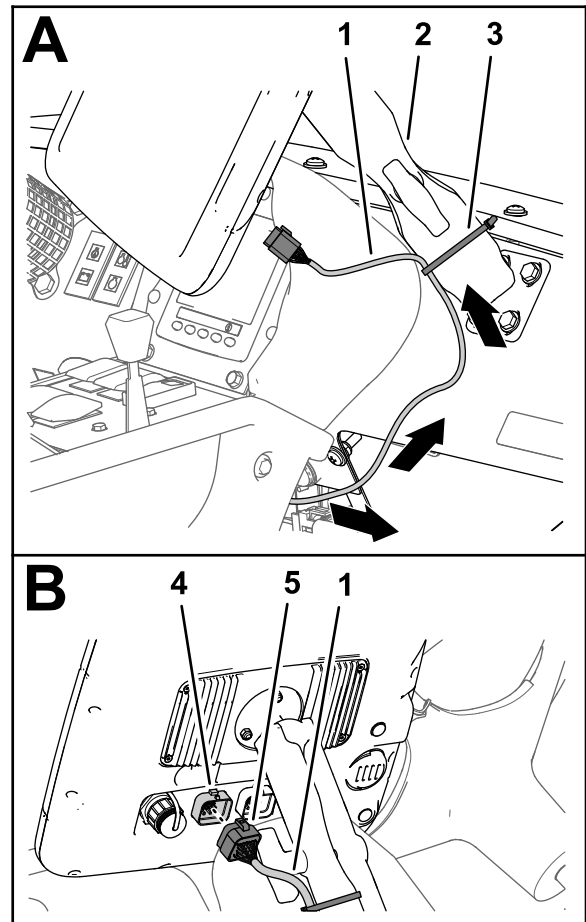

Figure 150
6. Acheminez la branche de 226 cm (89 po) du faisceau de données vers le haut et à travers le passe-câble qui entoure le trou dans la planche de bord (Figure 150).
7. Alignez le connecteur à 26 douilles de la branche du faisceau de données sur le connecteur à 26 broches de l'écran du pulvérisateur, puis poussez le connecteur à douilles dans le connecteur à broches jusqu'à ce qu'il s'enclenche solidement (Figure 150).
8. Attachez la branche de 226 cm (89 po) du faisceau de données au bras de l'écran avec un attache-câble (Figure 150).